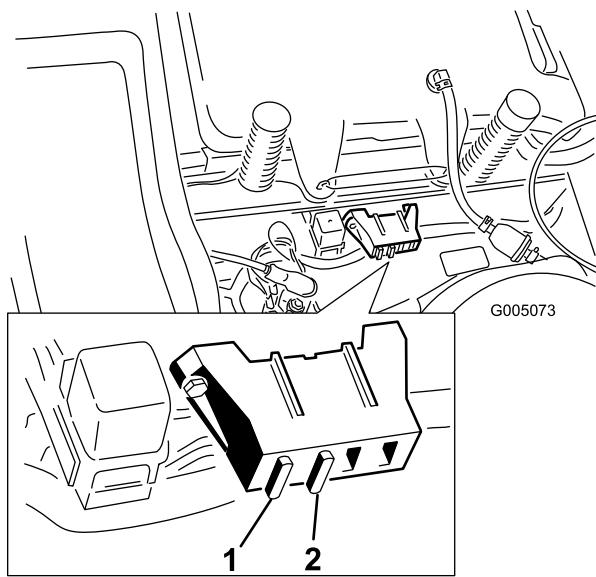

Figura 33
- Levante el asiento para tener acceso al portafusibles (Figura 33).
- Para cambiar un fusible, tire del fusible para retirarlo (Figura 33).